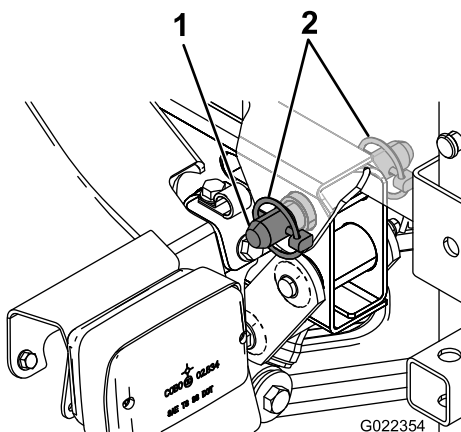

Figura 10
5. Alinhe os furos nos olhais de articulação na parte de trás do patim do depósito com os furos no tubo articulado da plataforma na extremidade da estrutura do veículo (Figura 10).
6. Instale um passador de forquilha afunilado e 2 pinos de sujeição no olhal de articulação para prender o depósito na estrutura (Figura 10).